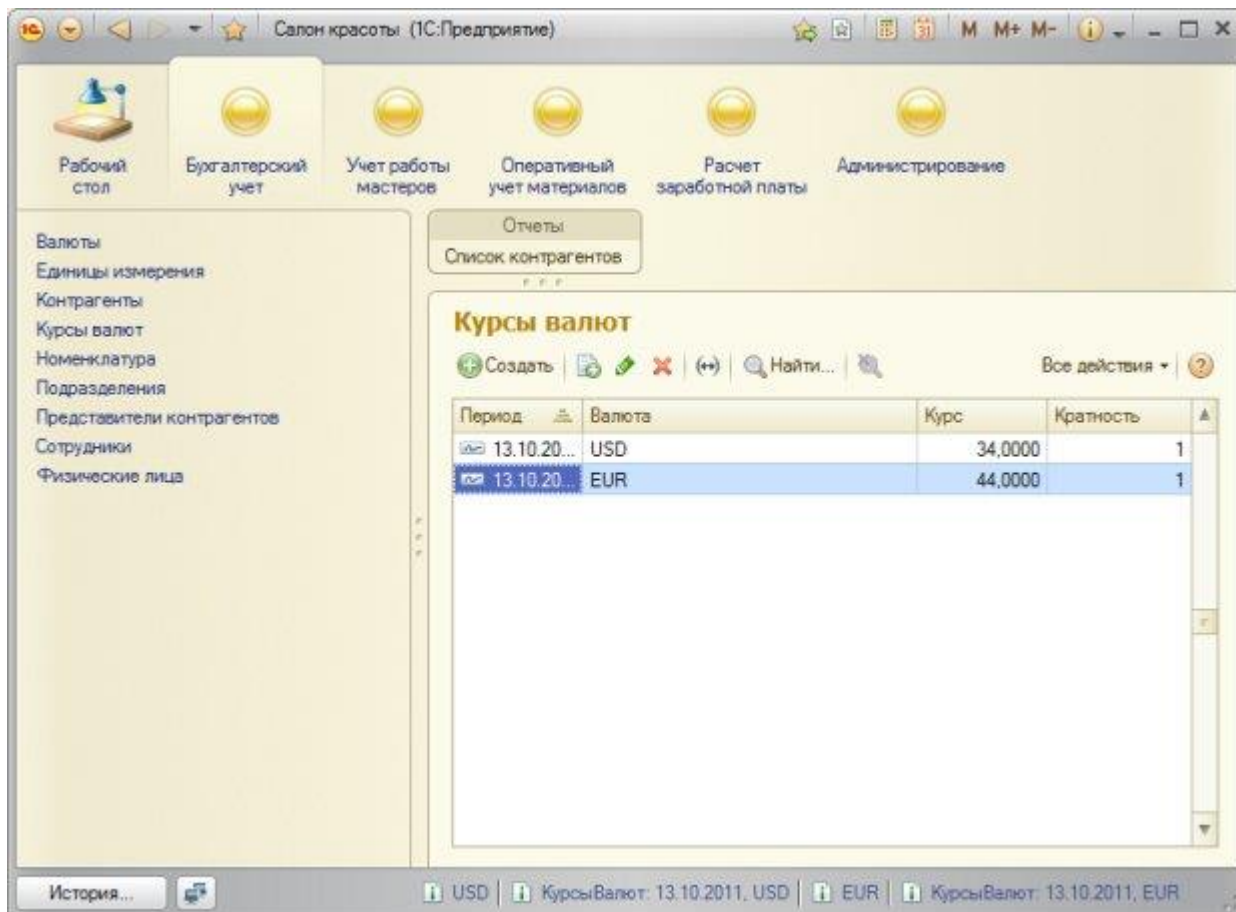

Рисунок 18.3- Заполнение регистра сведений в пользовательском режиме
7. Воспользуемся созданной группой объектов в пользовательском режиме. Здесь мы можем вручную вводить данные по валютам, Рисунок 18.3.